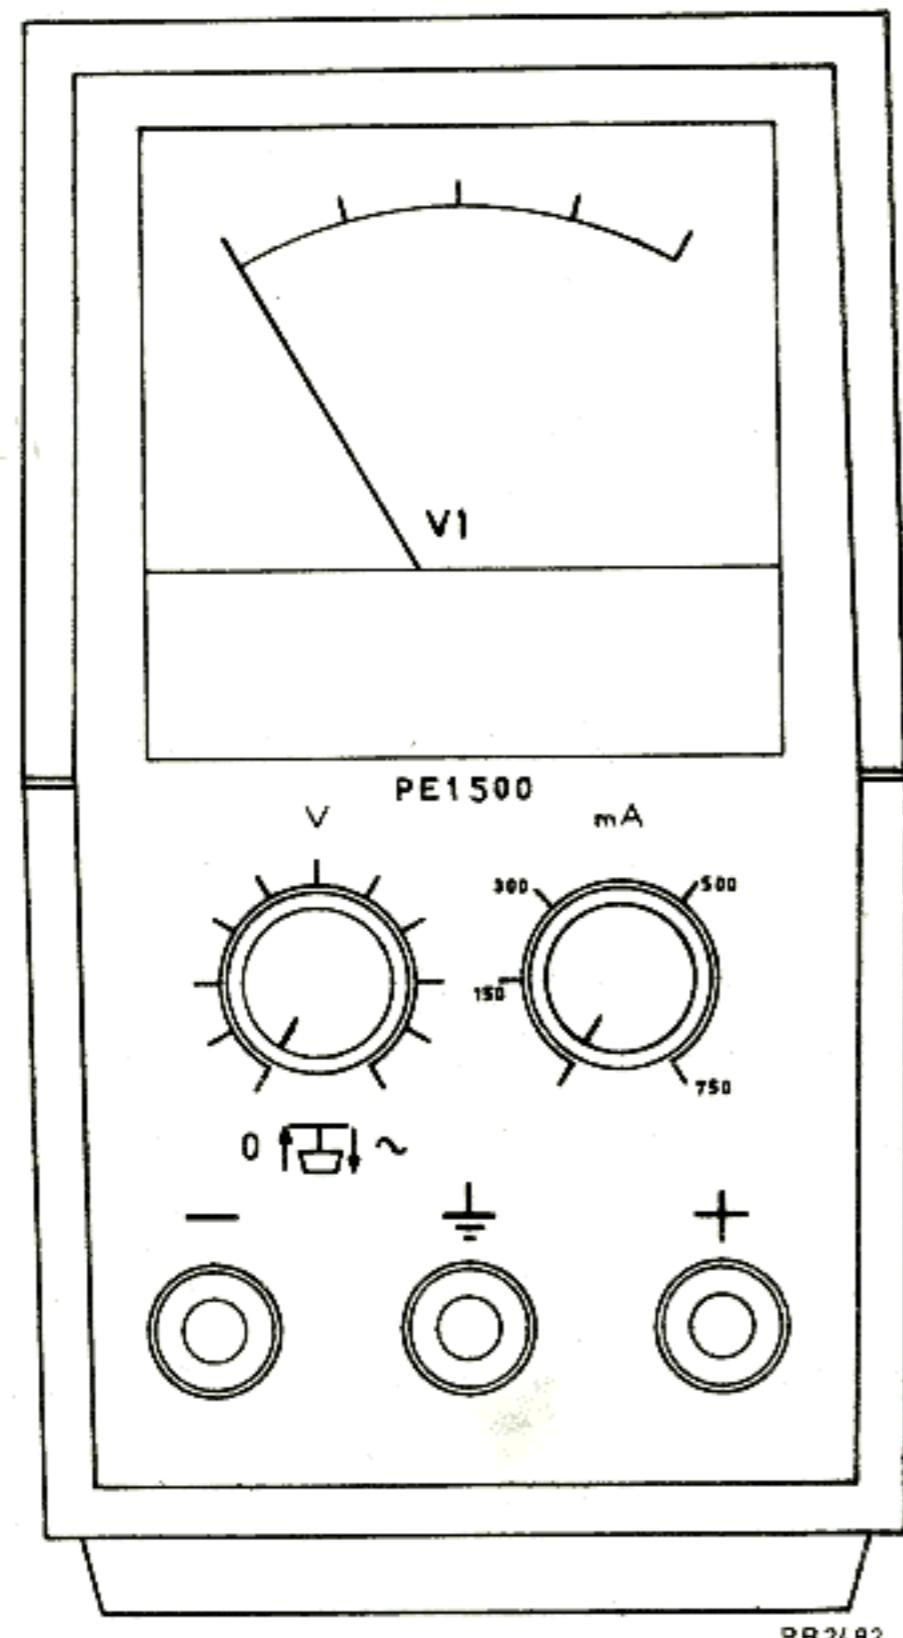

Fig. 1
The circuit to be supplied can be earthed via the terminal (marked "" Fig. 1) on the front of the apparatus.
The output voltage is taken off from terminals "+" and "-" on the front of the instrument. The "+" as well as the "-" terminal can be earthed via the terminal marked "" (Fig. 1).
#### D. OPERATION (see Fig. 1)
Le circuit à alimenter peut être mis à la masse par la borne de sortie (marquée "", fig. 1) située sur la face avant de l'appareil.
La tension de sortie est prélevée entre les bornes "+" et "-" de la face avant de l'appareil. La borne "+" comme la borne "-" peut être reliée à la terre par la borne de sortie marquée "" (fig. 1).
D. UTILISATION (voir fig. 1)